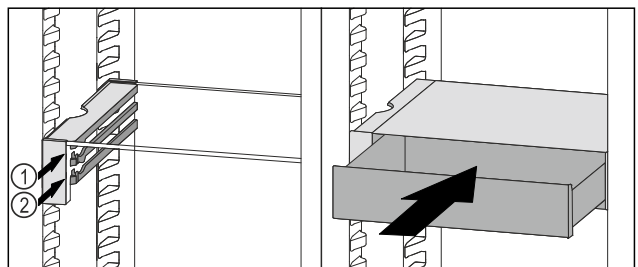

Fig. 112
- VarioSafe-Schubfach hinter den Stoppern auf gewünschter Rippe Fig. 112 (1) oder Fig. 112 (2) aufsetzen.